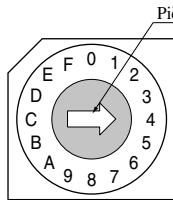

Fig. 1: S/W P1 rotatif
- Si des réglages s'avèrent nécessaires, coupez l'alimentation électrique et ajustez le point de réglage P1 (voir la Fig. 1, Tableau). Rétablissez l'alimentation électrique. Répétez cette procédure jusqu'à ce que la température d'aspiration soit entre 0°C et +5°C.